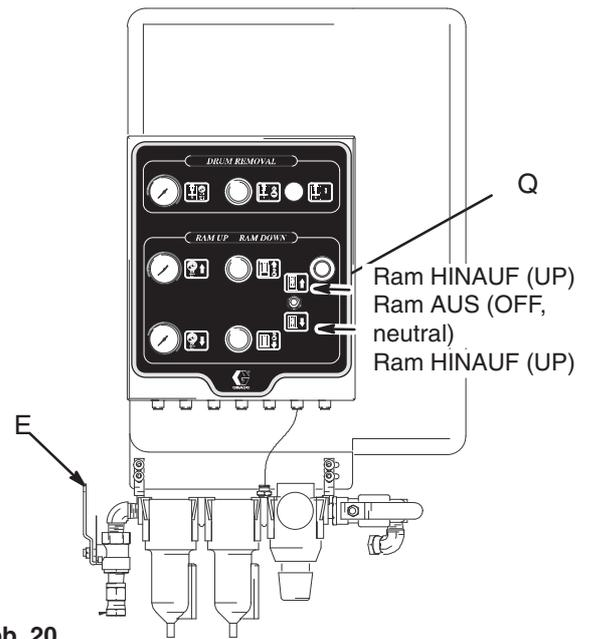

Abb. 20
2. Mit Hilfe des Ram-Handventilhebels am Luftregler [(Q) in Abb. 20] die Ram in die Stellung DOWN bewegen.
6. Das Hauptluftventil (E) (Abb. 20) schließen.